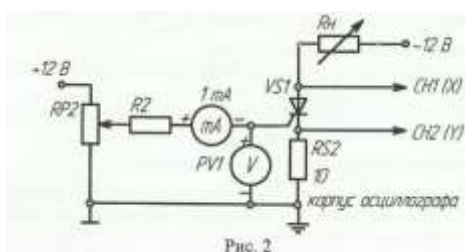

Рис. 2
5. Собрать схему для исследования тиристора на переменном токе для получения анодной ВАХ тиристора на экране осциллографа (рис.2). Подать на вход CH2 (Y) осциллографа напряжение с шунта  $RS2$ , пропорциональное току в анодной цепи  $i_a$ , а на вход CH1 (X) – анодное напряжение тиристора  $u_a$  (при этом переключатель развертки осциллографа должен быть переведен в положение X/Y). Корпус осциллографа присоединить к общему проводу ( $\perp$ ). Зарисовать ВАХ тиристора при двух значениях тока управления  $I_y$ , определить масштабы по току и напряжению. Выключить питание: